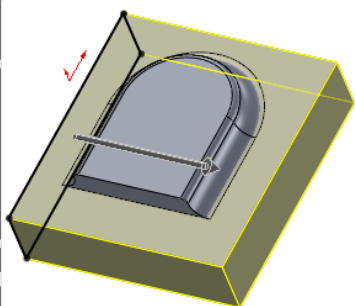
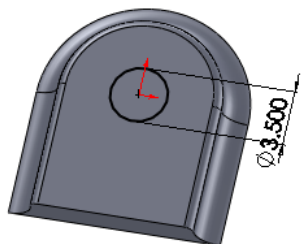

图 10-132 选择基准面
图 10-133 绘制的草图
⑨绘制草图。在实体上选择图10-132所示的面作为基准面，单击“草图”工具栏中的“圆”按钮，在基准面上绘制一个圆，圆心与原点重合，标注直径智能尺寸，如图10-133所示，单击“退出草图”按钮。